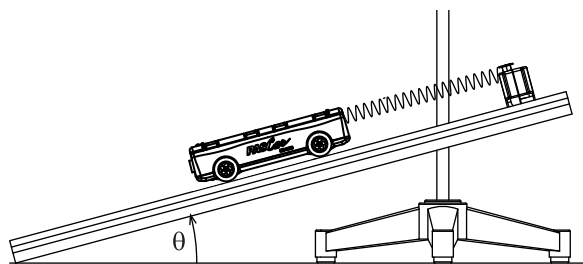

Рис. 4.1. Настройка оборудования
3. Поместите тележку на дорожку и присоедините пружину к одному из концов тележки. Присоедините другой конец пружины к стопору (см. рис. 4.1).